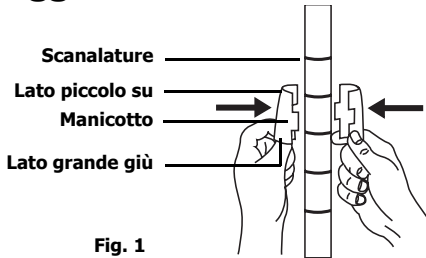

Fig. 1
3. Fissare il manicotto all'asta sulla posizione desiderata [Fig. 1].